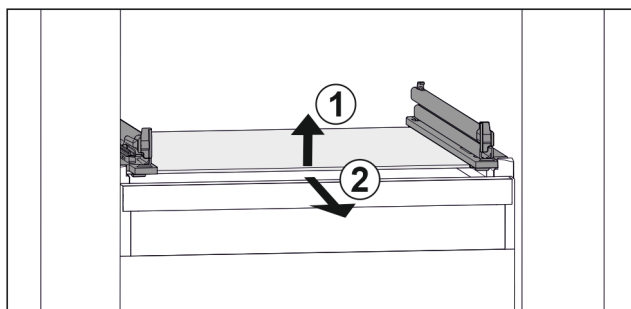

Fig. 71 Примерное отображение стеклянной пластины
- ▶ Приподнимите стеклянную пластину спереди. Fig. 71 (1)
- ▶ Извлеките стеклянную пластину движением вперед. Fig. 71 (2)